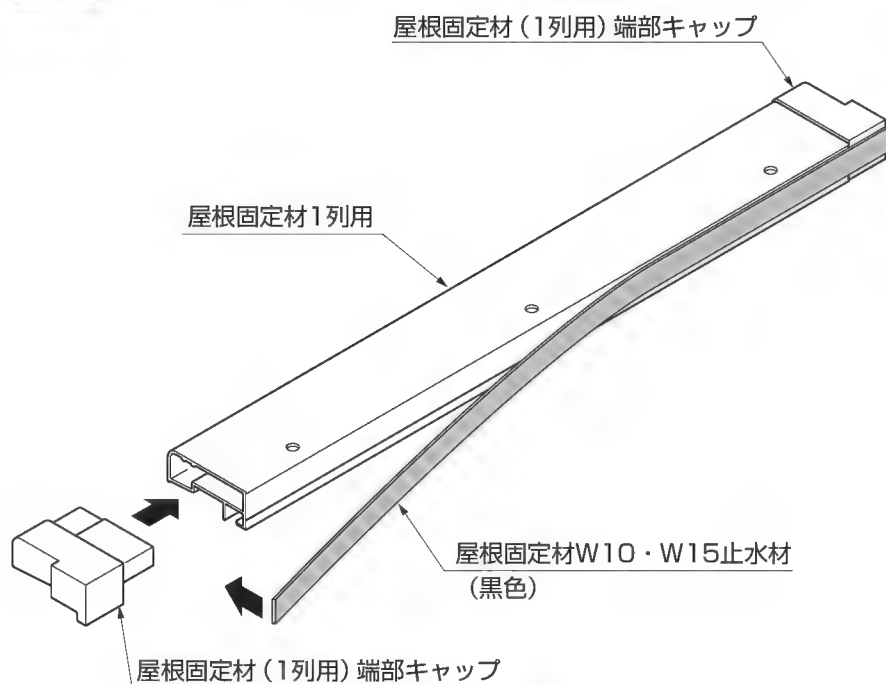
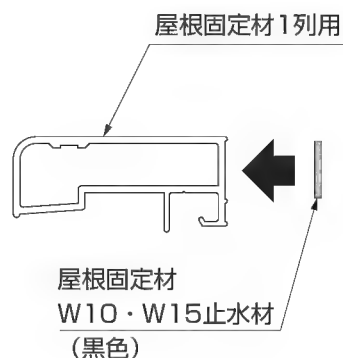

図8-7
図8-8
- ① 屋根固定材(1列用) 端部キャップを屋根固定材1列用にはめこんでください。(図8-7参照)
- ② 屋根固定材W10・W15止水材を屋根固定材1列用、屋根固定材(1列用) 端部キャップに貼付けてください。(図8-7、図8-8参照)